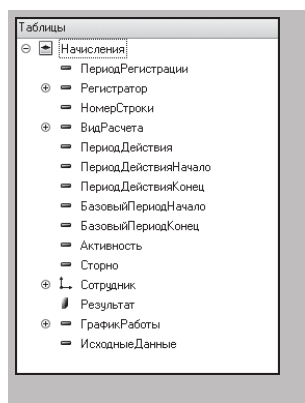

Рисунок 26.18 - Состав полей таблицы «Начисления»
8.2 Выберем таблицу регистра расчета **Начисления** (рисунок 26.18).